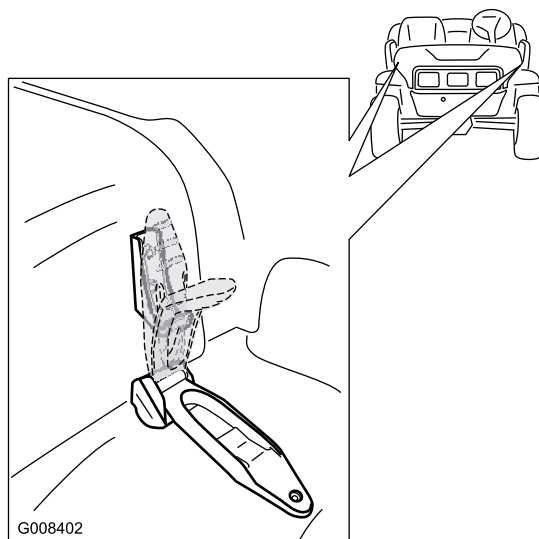

Figure 24
1. Desserrez les sangles en caoutchouc de chaque côté du capot (Figure 24).